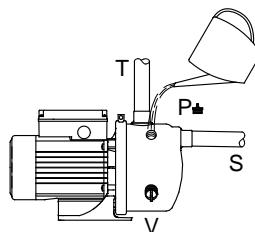

Рис. 5 Заливка насоса
Демонтировать пробку (V) сливного отверстия, см. рис. 5, и вернуть эжекторный клапан в отверстие.
См. рис. 5.